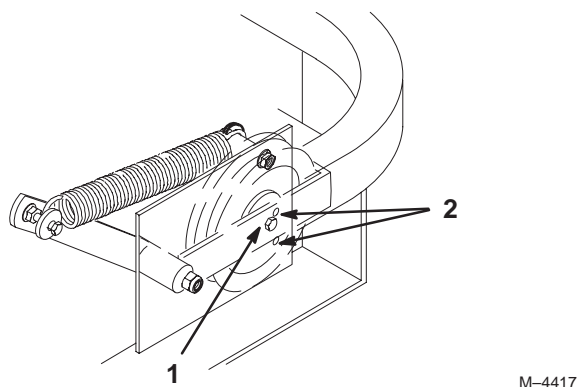

Figure 65
6. Vérifiez la tension de la courroie. Le boulon central de la poulie de tension rappelée par ressort doit se trouver entre les deux trous d'alignement de la plaque de support gauche (Fig. 65).
Note: Contrôlez la position du boulon central à la hauteur de coupe la plus basse. Le boulon central doit être au même niveau ou en dessous du trou d'alignement supérieur. Contrôlez la position du boulon central à la hauteur de coupe la plus haute. Le boulon central doit être au même niveau ou au-dessus du trou d'alignement inférieur (Fig. 65).
8. Vérifiez de nouveau la tension de la courroie. Le boulon central de la poulie de tension rappelée par ressort doit se trouver entre les deux trous d'alignement de la plaque de support gauche (Fig. 65). Réglez au besoin et serrez toute la visserie solidement.